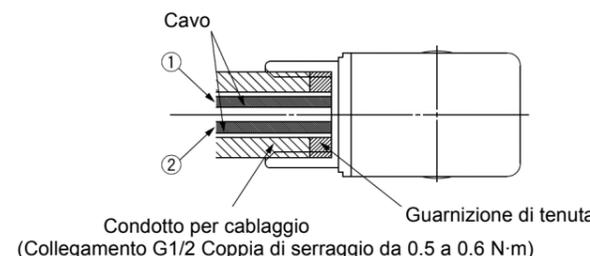

Figura 15
- Serrare il condotto come indicato nella Figura 15.